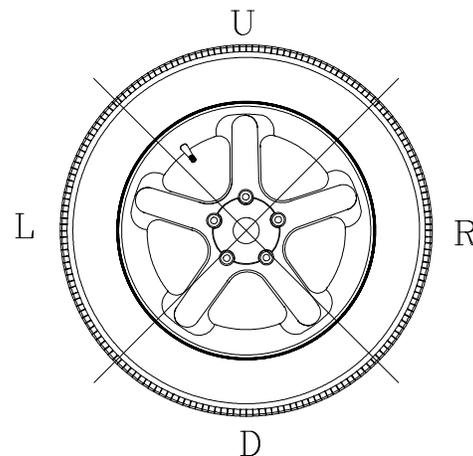

Figure 25
C. Le poids de la roue pourrait avoir été placé dans une mauvaise position. Pour vérifier cela, placer la roue dans la position de correction pour le plan externe. Si le poids de la roue précédemment appliqué est dans le secteur 'L' ou 'R' (Figure 25), déplacer le poids de la roue vers le haut d'environ 1" (2.54cm).